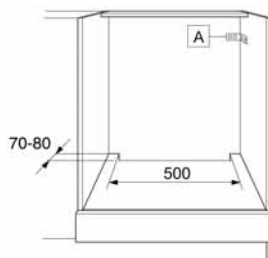

Fig. 6
- Al fine di garantire un'adeguata ventilazione, lasciare uno spazio aperto sul retro del mobile (rispettando le dimensioni indicate nella Fig. 6). **Una volta terminata l'installazione, il fondo del forno non dovrà più essere accessibile.**
- Se il mobile non è saldamente fissato al muro, deve essere ancorato con staffe commerciali (A) (Fig. 6).